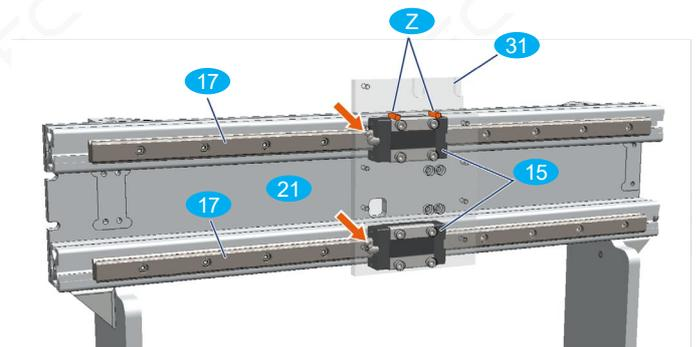

Bild 27: Lage der Schmiernippel an Y-Laufwagen
- Schmiernippeln zeigen nach links aussen (siehe Bild 27)